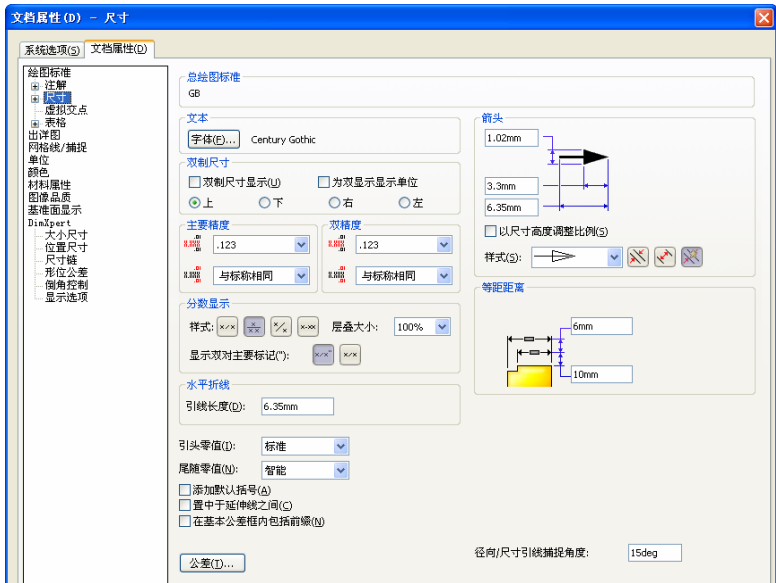

图 3-3 “文档属性-尺寸”对话框
(1) 设置“尺寸”选项卡中的各选项。选择“尺寸”选项，此时弹出如图 3-3 所示的“尺寸”对话框。在其中的“箭头”一栏，设置箭头的样式与放置位置。
(2) 在“尺寸”对话框“主要精度”和“双精度”中，可以详细的设置尺寸精度的